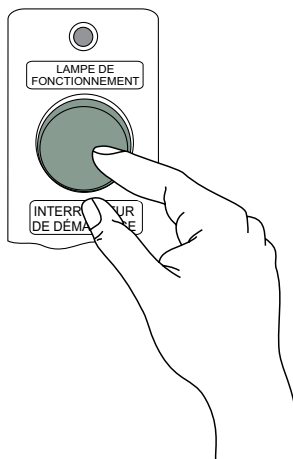

**Figure 26. Bouton de démarrage du moteur**
- Ensuite, appuyer une seule fois sur le bouton **VERT** de démarrage du moteur (Figure 26). Il n'est pas nécessaire d'appuyer en continu sur le bouton. Le moteur démarre automatiquement une fois que la séquence de compte à rebours est terminée.